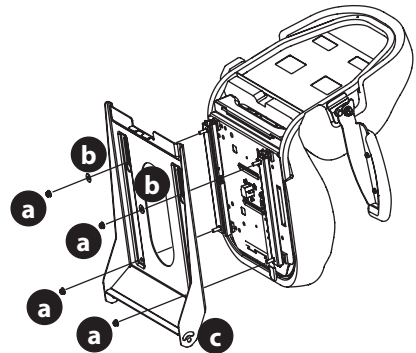

Figura 4
- Para un asiento palanca de ajuste del asiento: use las contratruercas (a) and flat washers (b) (Figura 4).